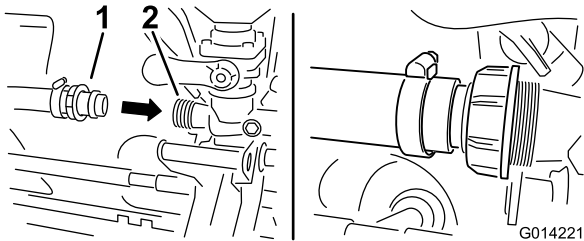

Bild 24
1. Befestigen Sie den restlichen Schlauch an der nach vorne zeigenden Gewindeöffnung des Ejektors (Bild 24). Befestigen Sie den Ejektor mit der Kunststoffmutter.
2. Ziehen Sie die Klemmmutter über dem Gewinde des Ejektors an, um den Schlauch zu befestigen (Bild 24).